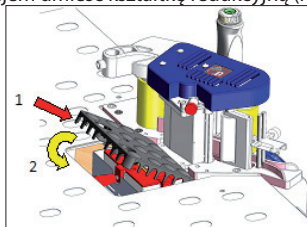

**Rys. 9**
- Okleiniarkę umieść na stole roboczym zgodnie z instrukcjami przedstawionymi na Rys. 9 i 10, następnie dokręć trzy śruby.